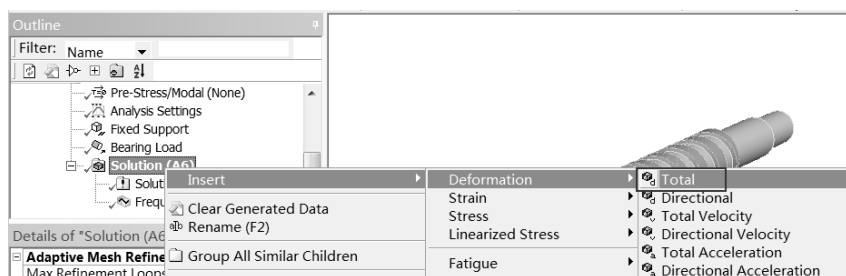

图 7-87 添加变形分析结果
Step2 : 在 Outline 栏中的 Solution(A6)选项上右击, 在弹出的快捷菜单中选择 Insert Deformation Total 命令, 添加变形分析结果, 如图 7-87 所示。